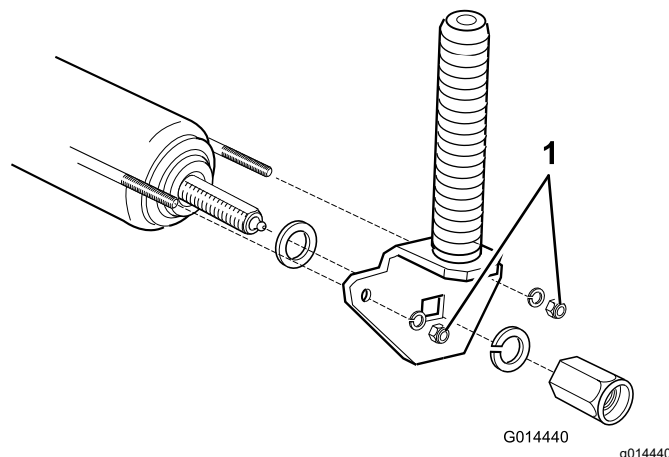

Figura 85
2. Serrate i dadi con 4 giri completi per sottoporre a una corretta tensione i fili (Figura 85).